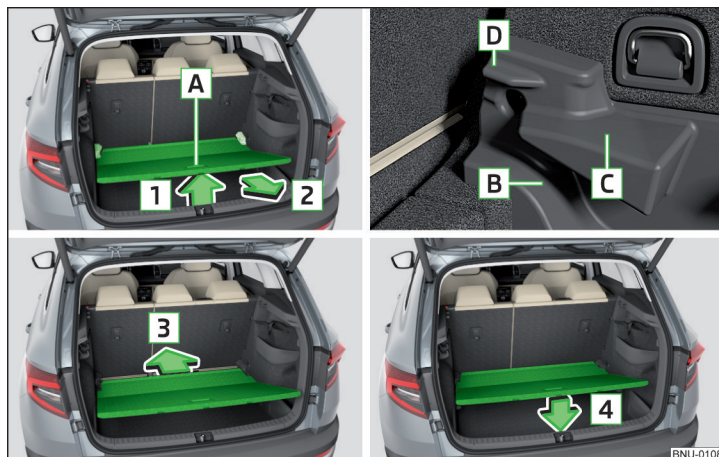

Fig. 155 Régler le plancher de chargement variable
- Soulevez le plancher de chargement variable par la poignée **A** dans le sens de la flèche **1** et décalez-le légèrement dans le sens de la flèche **2** » fig. 155.